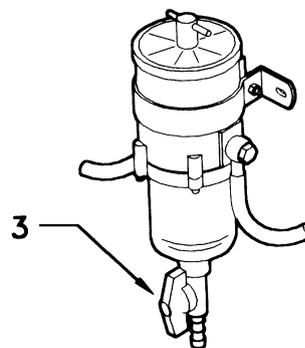

Fig. 7.6
- (1) Batterien müssen immer trocken und sauber sein.
- (2) Anschlußklemmen regelmäßig kontrollieren. Wenn sie schmutzig sind, Kabel lösen, Klemmen reinigen und die Anschlüsse einschmieren mit einem neutralen Fett.
- (3) Keine Metall-Teile über die Batterie stellen.
- (4) Batterien und Flaschen die Säure enthalten, müssen vorsichtig behandelt werden.
- (5) Jede 200-Dreh-Stunden oder monatlich Säureniveau der Batterie prüfen. Wenn nötig nachfüllen mit DESTILIERTEM WASSER. Nachfüllen bis maximal die Markierung an der Innenseite der Batterie.
- (6) Nie offenes Feuer in der Nähe der Batterie bringen; es besteht Explosionsgefahr.
- (7) Während des Winters muß die Batterie los gekuppelt werden und gelagert werden wie vom Hersteller vorgeschrieben. Bevor eine Batterie geladen wird mit Hilfe eines externen Lade-Gerätes, muß die Batterie entkuppelt sein.
Flügelmutter losdrehen (3) (Abb. 7.6). Diese befindet sich auf der Untenseite des Glases. Wasser auslaufen lassen. Flügelmutter wieder anziehen. Kontrollieren auf Undichtheit.